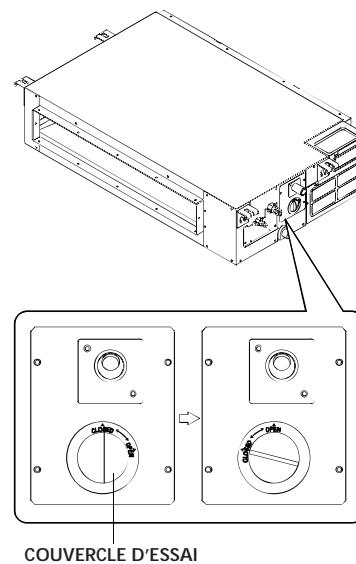

Fig. 38 – Contrôle d'étanchéité des coude et des raccords
1. Retirez le couvercle d'essai en le tournant dans le sens antihoraire (voir la figure 38).